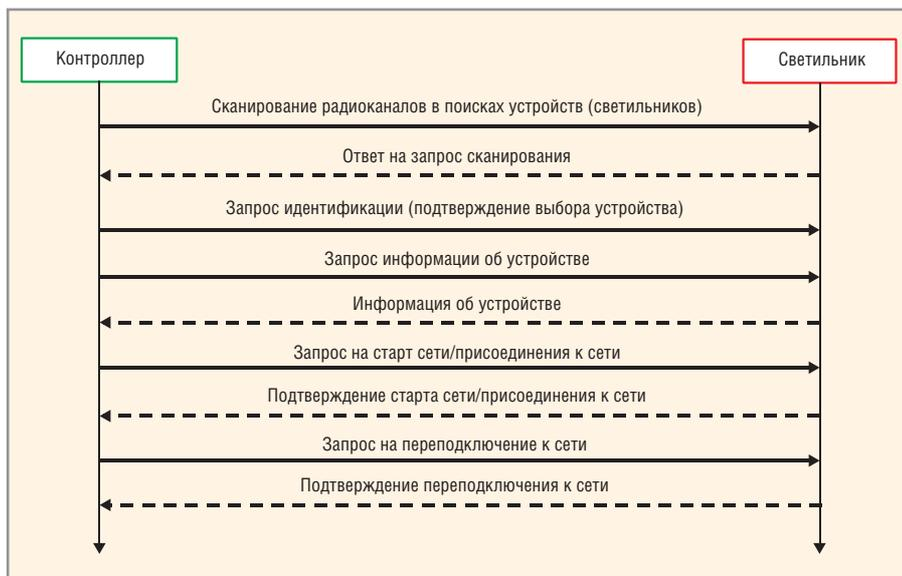

Рис. 3. Последовательность процедуры подключения Touchlink
- включив питание светильника, пользователь на контроллере нажимает кнопку, инициирующую процедуру подключения Touchlink (см. рис. 3);